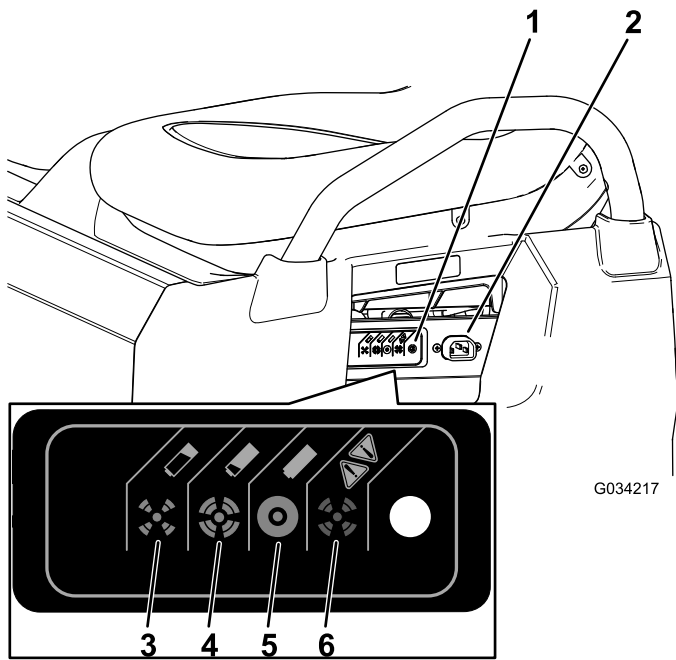

Bild 35
3. Schließen Sie ein **16er (oder dickeres) 2,5 m oder kürzeres Ladekabel** an der Ladesteckdose der Maschine an (Bild 35).
In der folgenden Tabelle und in **Bild 35** finden Sie Informationen über die Bedeutung der verschiedenen Farben der Statuslampe am Ladegerät.